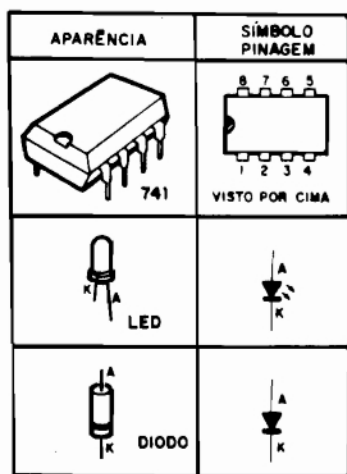

Fig.2
- FIG. 2 - PRINCIPAIS COMPONENTES DA MONTAGEM - Em aparência, símbolo e pinagem, o Integrado 741, o LED e o diodo são vistos e "mastigados" na figura... Quanto ao 741, lembrar da forma como seus pinos são contados ou "numerados", sempre com a peça olhada por cima; "caminhando-se" a contagem no sentido anti-horário, a partir da extremidade que contém uma pequena marca (ver informações na "Aula" anterior do ABC...). A respeito dos LEDs, principalmente devido à sua função de "indicador de equilíbrio" no circuito, é importante que os dois utilizados sejam absolutamente **idênticos**, com bom rendimento luminoso (de modo que no puro "visual" possamos interpretar corretamente o tal "ponto de equilíbrio", conforme explicado ao final da presente "Lição"...). Os diodos podem ser comuns, tipo 1N4148, 1N914, 1N4001, etc. Quanto às demais peças (todos resistores fixos, além do potenciômetro...) não há o menor "galho"... Apenas um conselho: aqueles 4 resistores (ver "esquema") diretamente acoplados à chave rotativa (100R - 10K - 1M - 10M) determinarão, em grande parte, a pró-